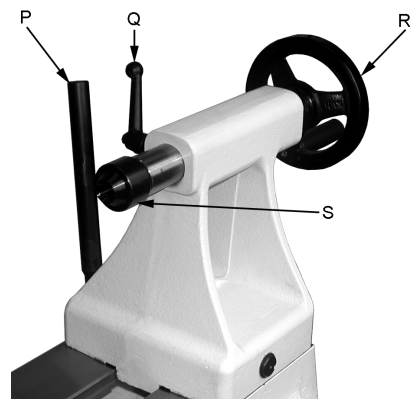

Рис. 23
Поверните маховик (R, Рис. 23) по часовой стрелке, чтобы выдвинуть пиноль задней бабки вперед. Зафиксируйте пиноль задней бабки с помощью рукоятки (Q).